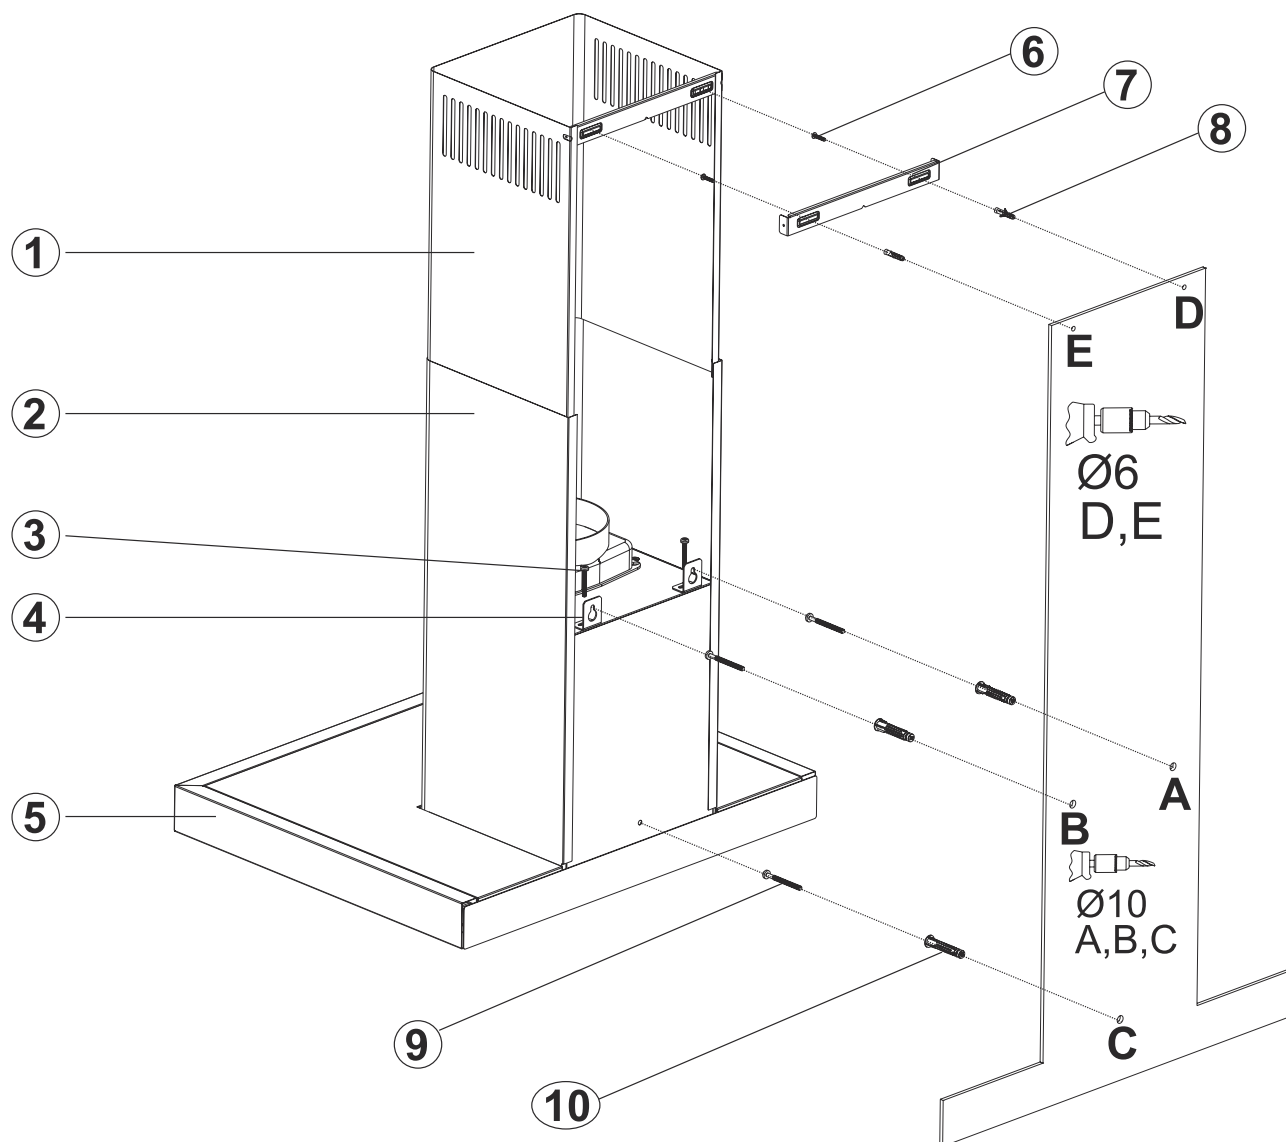

Fig. 10
2. Påsæt skabelonen på væggen alt efter ønskede højde på emhætten (bemærk vores anbefalinger mht. afstand ml. kogeplade og emhætte). Markere nu punkterne A, B & C. (Fig. 10).
3. Sæt nu Ø10mm rawplugs i hullerne A, B & C. Skru nu skruer på punkterne A + B og lad der være 5mm afstand ml. skruehoved og væg (Fig. 10).
4. ➤ Montere ophængningsbeslagene på emhætten med de medfølgende M5x35 skruer (Fig. 10).